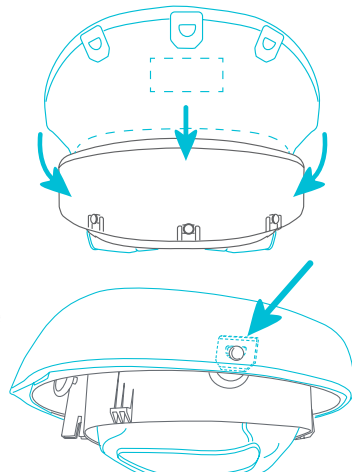

Fig. 7b
- Para volver a colocarla, coloque el lado de la etiqueta de advertencia hacia el respaldo de la base del asiento. Pliegue la tela y coloque la hebilla central trasera en la lengüeta. Conecte todas las hebillas alrededor de las lengüetas de la base del asiento. Se deben asegurar todas las lengüetas y hebillas antes de usar el producto (Fig. 7b).